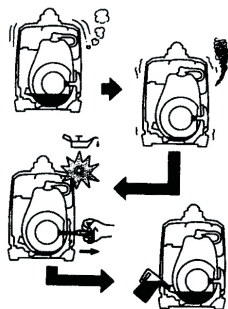

Рис. 6
1. Система контроля масла (Рис. 6).